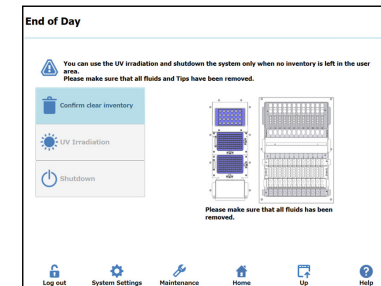

Abbildung 18: Bildschirm „End of Day“ (Tagesende)
24. Auf der Startseite „End of Day“ (Tagesende) wählen. Es wird der folgende Bildschirm angezeigt (siehe Abbildung 18).